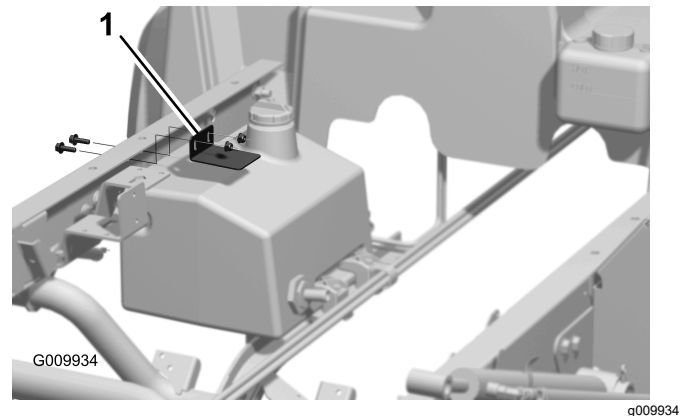

Bild 10
4. Befestigen Sie die Behälterklemme mit zwei Bundbolzen (5/16" x 1") und zwei Bundmuttern (5/16") am linken Rahmenkanal, wie in **Bild 10** abgebildet.